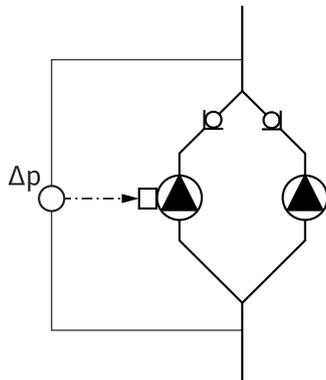

Fig. 13: Eksempel, forbindelse differansetrykk giver
- I eksempelet i Fig. 13 er masterpumpen den venstre pumpen i strømningens retning. Koble differansetrykk giveren til denne pumpen. Målepunktene til differansetrykk giveren på masterpumpen må – i respektive kollectorrør – ligge på suge- og trykksiden til dobbeltpumpeanlegget (Fig. 13).